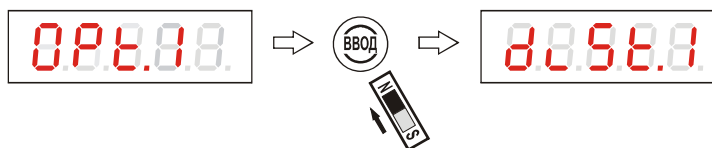

Рисунок 37 - Переход к подразделу программирования величины неизмеряемого участка
2.8.7 Если пароль пользователем еще не задан, например, при первоначальном включении уровнемера (при настройке на предприятии-изготовителе пароль пользователя представляет собой комбинацию цифр 00000), то надпись «**E.PASS.**» и приглашение ввести пользовательский пароль для входа не появляется, уровень переходит к подразделу «**dist.1**». Если пароль был задан ранее и введен пользователем верно, то на цифровом табло появляется надпись «**dist.1**» – подраздел программирования величины неизмеряемого участка, рисунок 37: